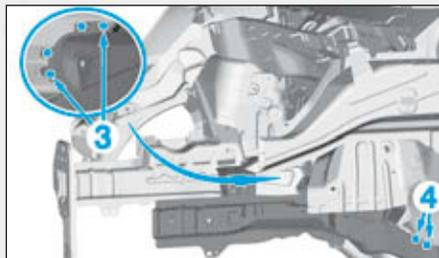

FIG.14
- en (3) et (4) les 6 points extérieurs (Fig.14).